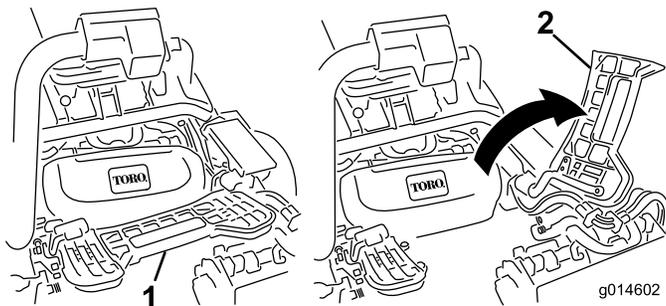

図 32
1. フットレストを跳ね上げて開き、中央カッティングユニット取り付け位置へのアクセスを確保する図 32。